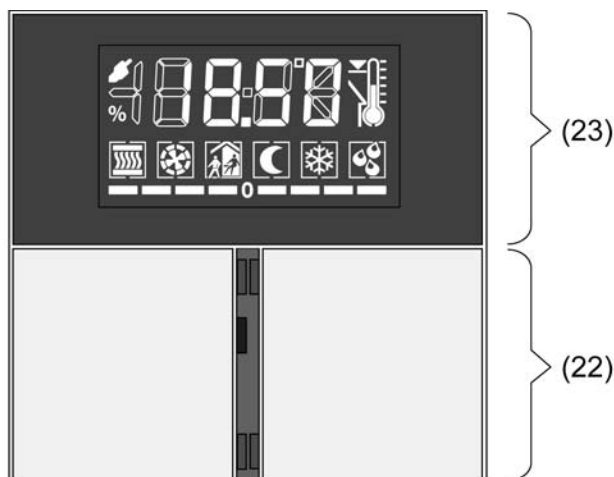

Bild 6: Anordnung der Bedienflächen auf der Gerätefront
Das Gerät besteht aus drei mechanisch voneinander getrennten Bedienflächen. Die Bedienflächen sind die auf das Gerät aufgesteckten Design-Abdeckungen mit darunterliegenden Tasterelementen. Es werden die Display-Bedienfläche (23) und die Bedienflächen der Tastsensor-Funktion (22) unterschieden (Bild 6).